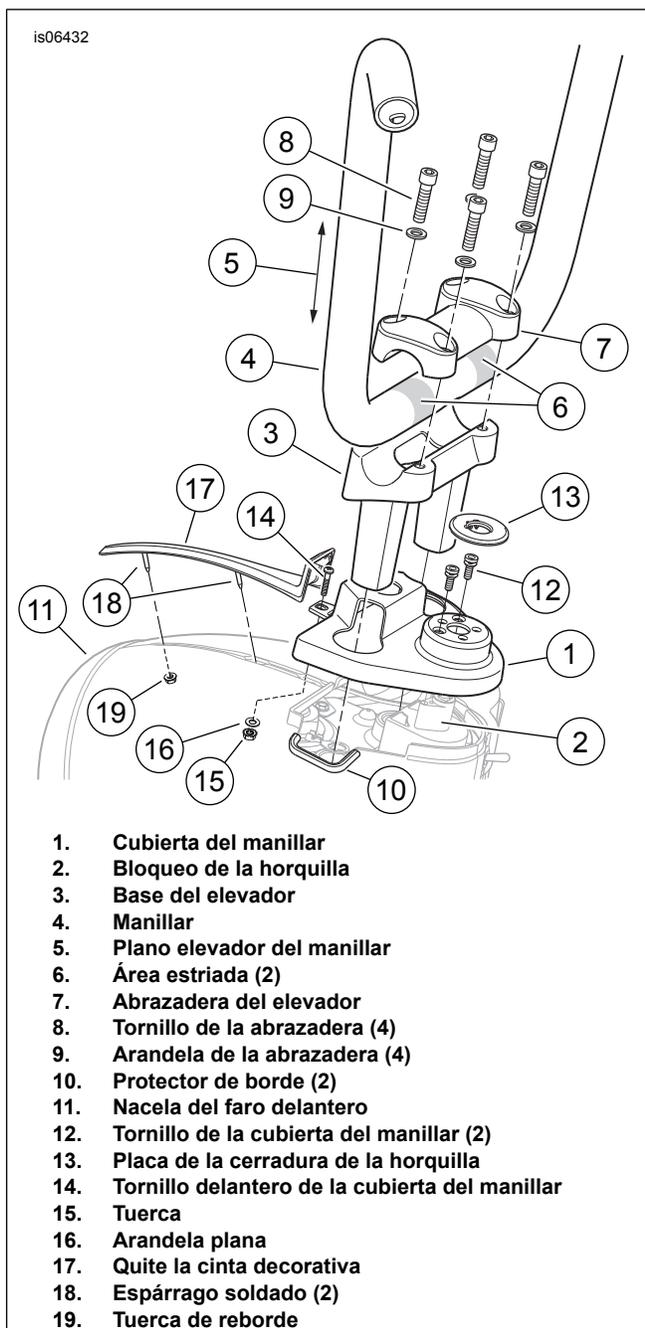

Figura 8. Configuración del elevador del manillar FLHR Ape
- b. **Modelos Road King:** Vea Figura 8 . Coloque la cubierta del manillar (1), orientada como se muestra, sobre el bloqueo de la horquilla (2).
- c. Inserte las patas de la base del elevador (3) a través de los orificios de la cubierta del manillar y ajuste el elevador con los pernos de montaje retirados anteriormente. No lo ajuste completamente en este momento.
2. Vea Figura 8 . Para evitar posibles daños a la línea de freno, verifique que los protectores de borde (10) permanezcan instalados en los bordes interiores de la nacela del faro delantero (11). Sustituya los protectores de borde si faltan, están agrietados o dañados.
4. Vea Figura 8 . Fije la **nueva** cubierta del manillar (1) al mecanismo de bloqueo de la horquilla (2). **Para modelos internacionales de 2014 y posteriores y América del Norte:** utilice los dos tornillos de **cabeza plana** (12) eliminados anteriormente. Ajuste los tornillos de cabeza plana. **Para los modelos de 2013 y anteriores de Australia, Brasil, Inglaterra, Europa y Japón:** use los dos **nuevos** tornillos especiales (N.º de pieza H-D 2935A, se compran por separado). Ajuste los tornillos (12) hasta que las cabezas de separación se rompan.
5. Presione la placa del bloqueo de la horquilla original (13) en su posición en la cubierta del manillar.
6. Inserte el tornillo (14, eliminado anteriormente) a través del orificio en la parte delantera de la cubierta del manillar y la parte superior de la nacela del faro delantero (11). Alcance el interior de la nacela e instale la tuerca (15) y la arandela plana (16) en las roscas del tornillo. Ajuste.